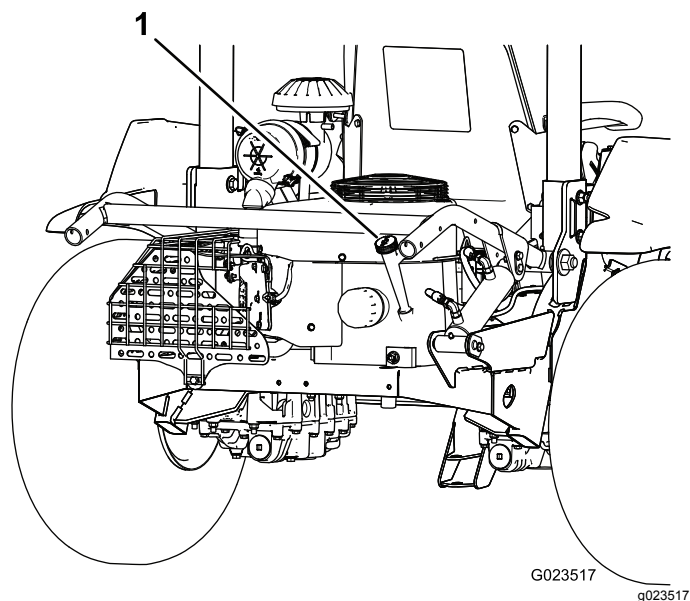
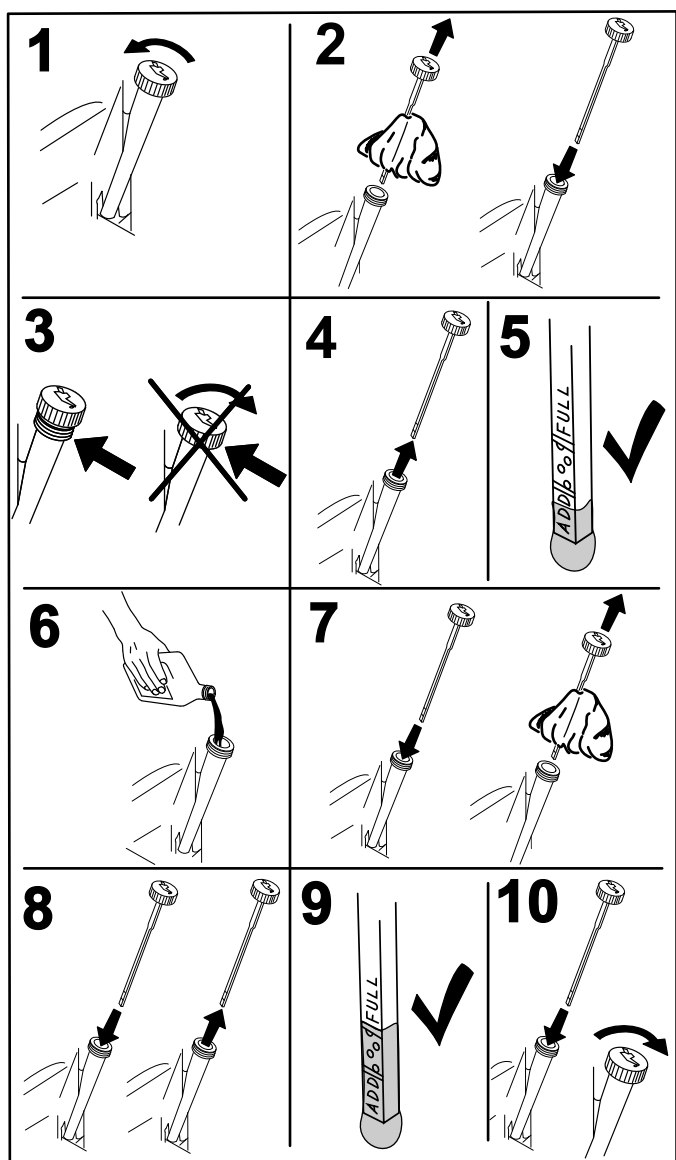

図 14
図 15
2. ディップスティック 図 14 を抜きウェスで一度きれいに拭く 図 15。